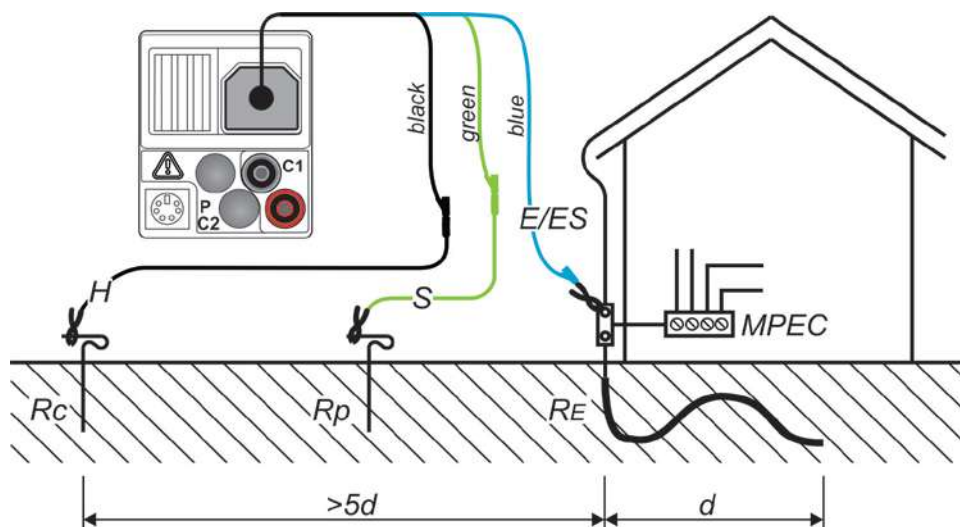
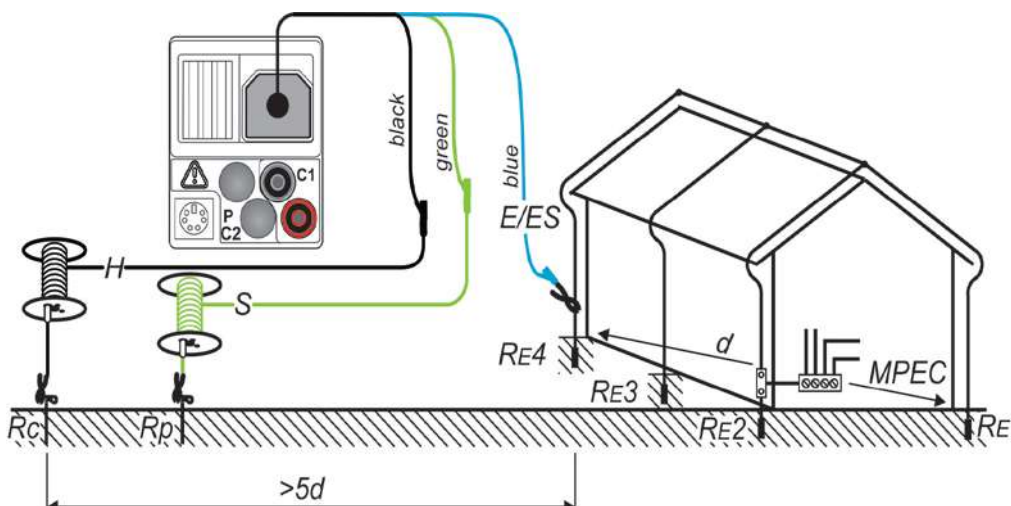
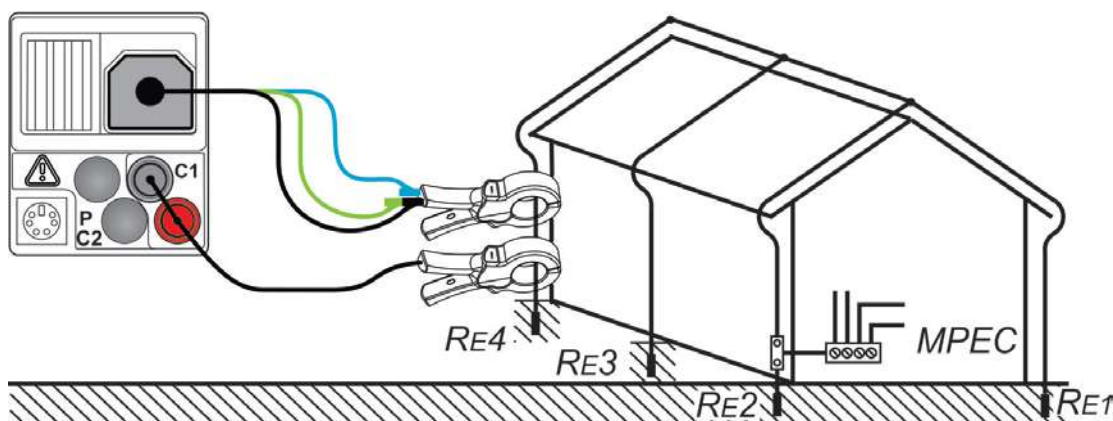

Рисунок 5.36: Сопротивление заземления, измерение сопротивления главной шины заземления здания
Рисунок 5.37: Сопротивление заземления, измерение сопротивления системы молниезащиты
Рисунок 5.39: Бесконтактное измерение сопротивления заземления
- **Подсоедините** исследуемый компонент (см. Рисунок 5.36: Сопротивление заземления, измерение сопротивления главной шины заземления здания , Рисунок 5.37: Сопротивление заземления, измерение сопротивления системы молниезащиты и Рисунок 5.39: Бесконтактное измерение сопротивления заземления).